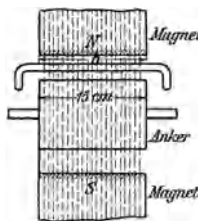

Abb. 40.
130. Ein Draht eines Trommelankers wird von einem Strom von 40 [30] (160) A durchflossen und befindet sich auf 15 [18] (30) cm Länge in einem magnetischen Felde von 5000 [6000] (9000) Gauß. Mit welcher Kraft wird der Stab senkrecht zu den Kraftlinien fortgetrieben? (Abb. 40.)